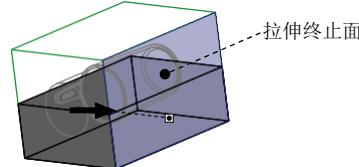

图 7.38 拉伸终止面
(3) 定义深度类型。在操控板中选取深度类型**到选定的**，选择图 7.38 所示的平面为拉伸终止面。